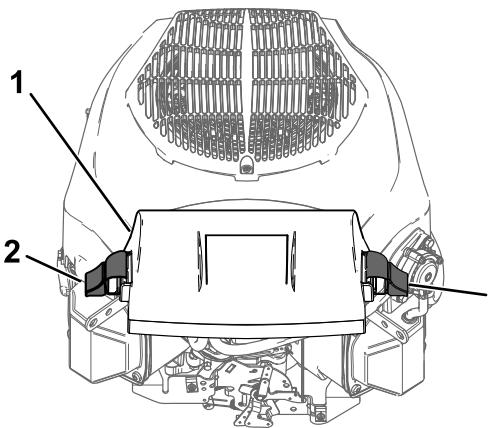

Figure 43
3. Reposez le couvercle et fixez-le en place avec les attaches (Figure 43).